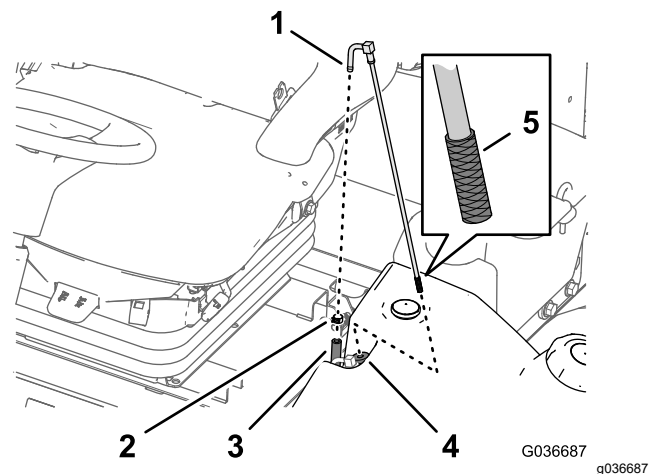

图 50
1. 取下将供油软管固定至燃油集油管接头的软管夹图 50。
2. 从接头上分开软管图 50。
3. 将燃油集油管从油箱中提起图 50。
4. 清洁燃油集油管端部滤网上的任何杂物图 50。
5. 先将燃油集油管插入橡胶轴套然后再插入油箱图 50。